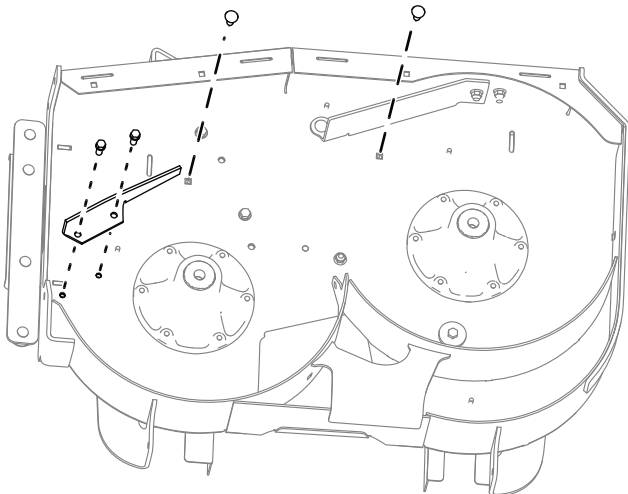

Figura 2
4. Remova os dois parafusos e porcas que prendem a proteção direcional à plataforma e remova a proteção (Figura 2).